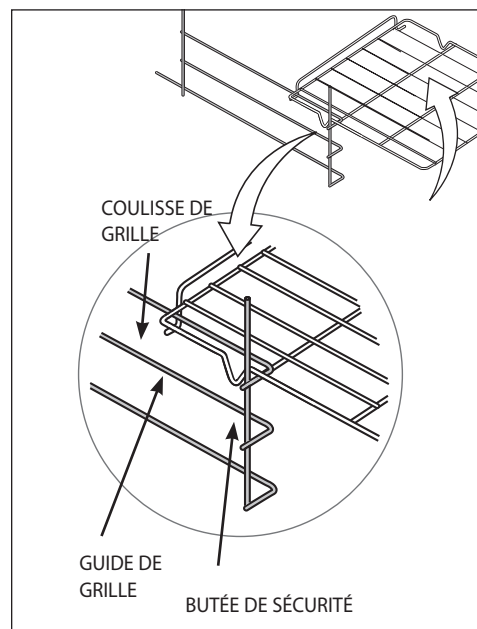

Fig. 02
2. Tout en glissant la grille dans le four, inclinez légèrement le devant de la grille vers le haut de façon à dégager les butées de sécurité, situées à l'arrière de la grille, des coulisses de la grille (voir Fig. 02). Les butées de sécurité empêchent la grille de sortir complètement du four lorsqu'on la tire vers l'extérieur.